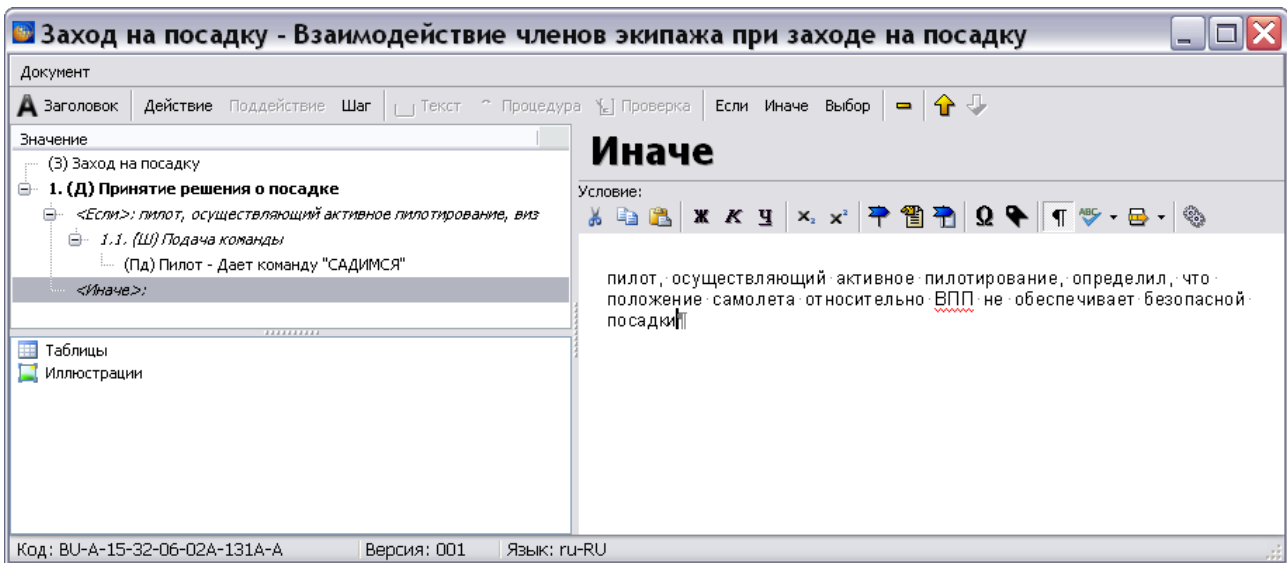

Рис. 13.25
19. В левом верхнем окне редактора выделите заголовок действия «1. Принятие решения о посадке» и нажмите на кнопку **Добавить условие «Иначе»** . В правое окно введите текст условия (Рис. 13.25). Описание инструментов редактора окна описания условия смотрите в таблице 13.1.